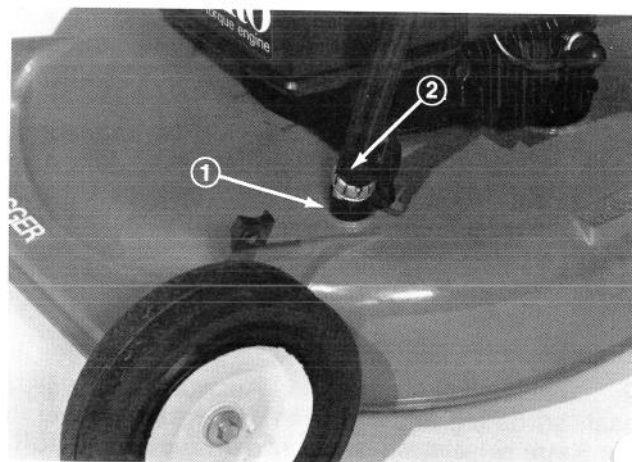

Abb. 21
3. Motor anlassen. Schlauch ohne Mundstück in die Öffnung einführen (Abb. 21). Den Motor und das Wasser unter mässigem Druck ca. zwei Minuten laufen lassen.